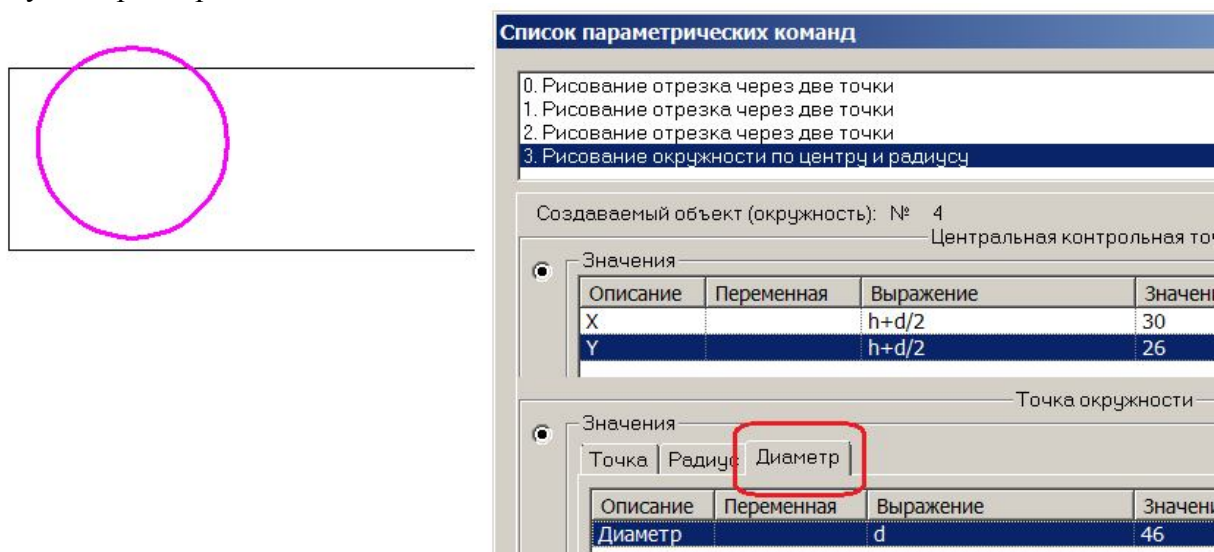

Рис. 2.10. Фрагмент диалога для команды с номером 3
2) Вычерчиваем нижнее отверстие под заклепку. Выбираем команду Окружность по центру и радиусу и размещаем создаваемую окружность в произвольном месте. В списке редактируемых команд появится команда 3. Изменим ее параметры. Нужные параметры показаны на рис. 2.10. Параметр Точка окружности имеет 3 вкладки: Точка, Радиус, Диаметр. Заполняем вкладку Диаметр, задав в качестве диаметра d (рис. 2.10) или вкладку Радиус с параметром $d/2$.